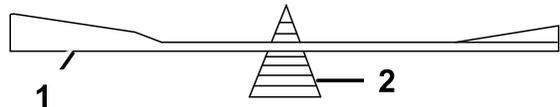

Bild 56
- Prüfen Sie die Auswuchtung des Schnittmessers auf einer Ausgleichsmaschine (Bild 56).